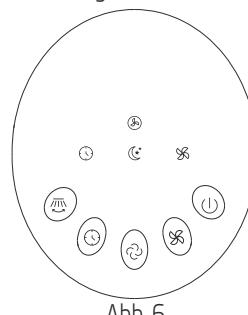

Abb. 6
4.2 Tasten am Gerät/Bedienfeld (Abb. 6)